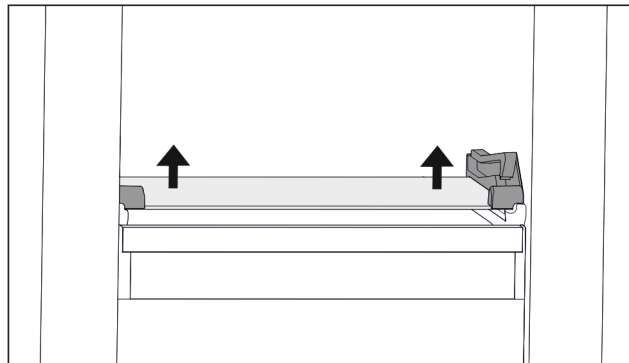

Fig. 108 Placa de sticlă a sertarului înclinabil
- ▶ Apăsați placa de sticlă de jos în sus pe ambele părți. (vezi Fig. 108)